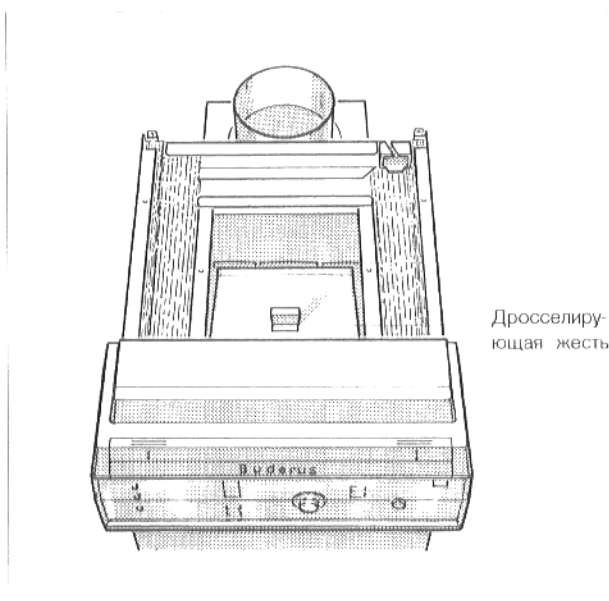

Рис. 22. Дросселирующая жесть (не у всех типоразмеров котла)
- Вынуть дросселирующую жесть, если таковая имеется (рис. 22).